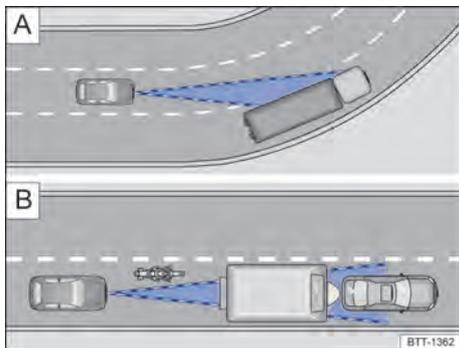

Fig. 100 A Condução em curva. B Veículos fora da área de alcance do sensor do radar
O sensor do radar sempre realiza as medições em sentido reto. Por isso, veículos em curvas fechadas podem ser acidentalmente detectados ou veículos a frente podem não ser detectados → Fig. 100 A.
- Veículos que conduzem fora da área do sensor em pequena distância do próprio veículo, por exemplo, motocicletas → Fig. 100 [B].